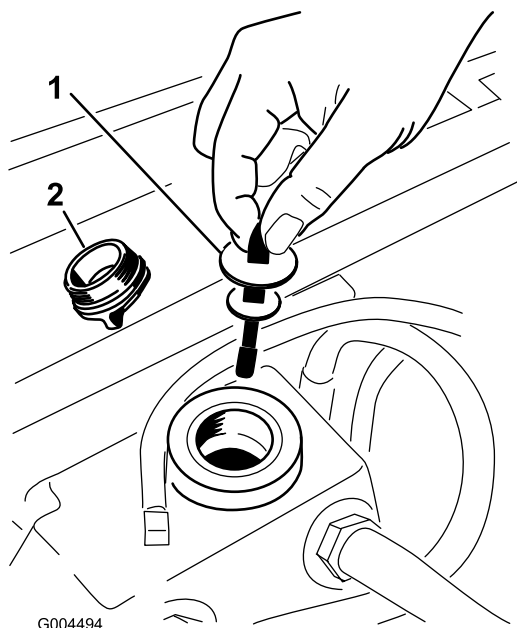

Figura 66
5. Togliete il tappo di riempimento del fluido idraulico dal collo del bocchettone (Figura 66).
6. Togliete l'asta di livello ed asciugatela con un panno pulito (Figura 66).
7. Inserite l'asta di livello nel collo del bocchettone, quindi estraetela e controllate il livello del fluido (Figura 66).